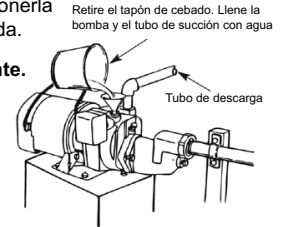

Figura 8: cebado de la bomba
1. Retire el tapón de cebado. (consulte la Figura 8).
2. Llene la bomba y el tubo de succión con agua hasta que el agua salga por el puerto de cebado. (consulte la Figura 8).